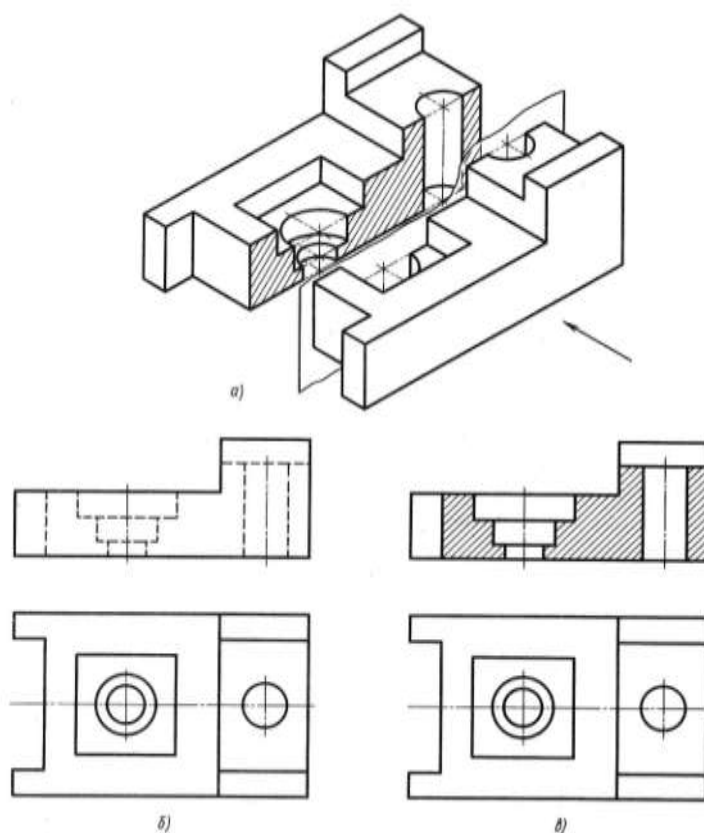

Рис.42
**Разрез** — изображение предмета, мысленно рассеченного одной или несколькими плоскостями, при этом мысленное рассечение предмета относится только к данному разрезу и не влечет за собой изменения других изображений того же предмета. На разрезе показывается то, что получается в секущей плоскости и что расположено за ней. Другими словами, часть предмета, находящуюся между плоскостью, разрезающей его, и человеком, строящим изображение, мысленно удаляют, как показано на рис. 35(а). Направление взгляда здесь указано стрелкой. В результате внутреннее строение детали становится видимым. При этом линии невидимого контура (рис. 42,б) обводят линией видимого контура.
В зависимости от числа секущих плоскостей разрезы разделяются на простые и сложные. Разрез, выполненный одной секущей плоскостью, называется простым (рис.42). Разрез, выполненный несколькими секущими плоскостями, называется сложным.
В разрезе изображают то, что расположено в плоскости разреза, и то, что расположено за ней. Стенки модели или детали, которые условно разрезала проведенная плоскость, заштриховывают тонкими сплошными линиями под углом  $45^\circ$  к горизонтальным линиям основной надписи. Если направление штриховки совпадает с направлением какой-либо контурной линии, то штриховку выполняют под углом  $30$  или  $60^\circ$  к линиям основной надписи. Расстояние между линиями штриховки в зависимости от площади штриховки может быть равно от 1 до 10 мм. Те части предмета, которые расположены за плоскостью разреза, не заштриховывают (рис. 42,в). Если на чертеже детали выполнено несколько разрезов, то все они должны иметь одинаковое направление наклона штриховки и одинаковый интервал между линиями штриховки (рис. 42).